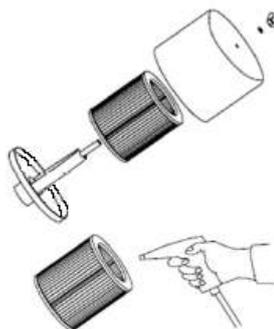

Рисунок 10
8.1.3 Очистка и замена фильтра воздушного (рис.10):